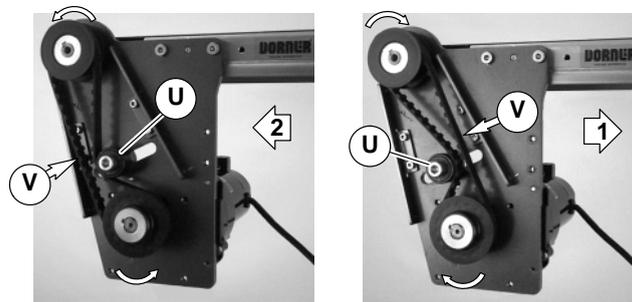

Abbildung 7
- Je nach Laufrichtung des Fördergurtes (Richtung 1 oder 2) Lage der Zahnriemen-Spannvorrichtung wie gezeigt positionieren (U siehe Abbildung 7). Zahnriemen so spannen, bis eine Durchbiegung von 3 mm bei einer Kraft von 0,5 kg am mittleren - Punkt (V) des Zahnriemens erreicht ist. Die Spannschraube mit 12 Nm festziehen.